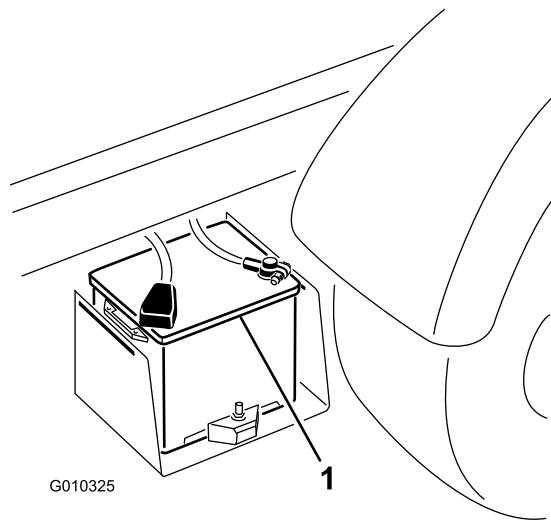

Figure 52
2. Raccordez un câble de démarrage entre les bornes positives des 2 batteries (Figure 52). La borne positive se reconnaît au signe « + » figurant sur le couvercle de la batterie.